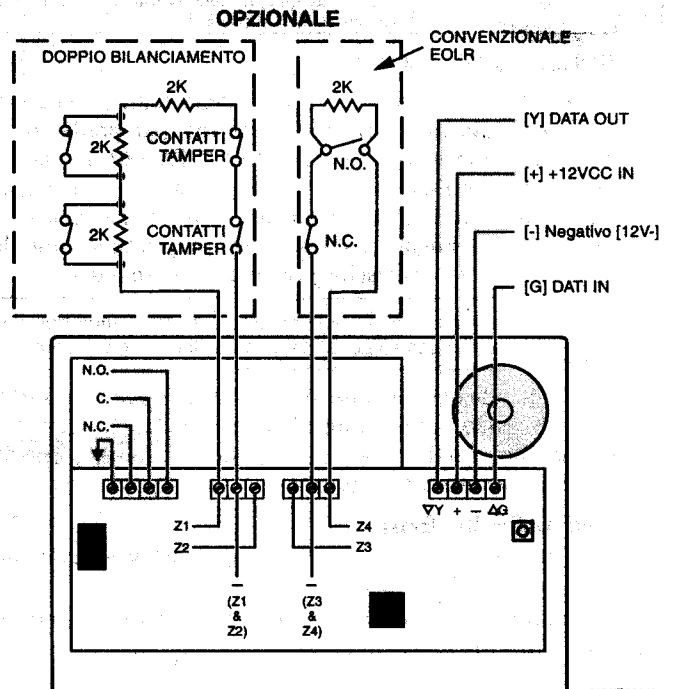

Figura 4. Cablaggio
- Connettere i fili di alimentazione e dati sui quattro terminali della tastiera, identificati come mostrato in Figura 4 e come segue:
- Se si usano le zone, collegare i fili per le 4 zone bilanciate 2K sulla morsettiera a 6 viti della tastiera come mostrato in Figura 4 e come segue
- Se si usa l'uscita relè collegare il dispositivo di uscita (Sblocco porta ecc) ai tre terminali del relè NC, NO e C come mostrato nella Figura 4 e come segue: